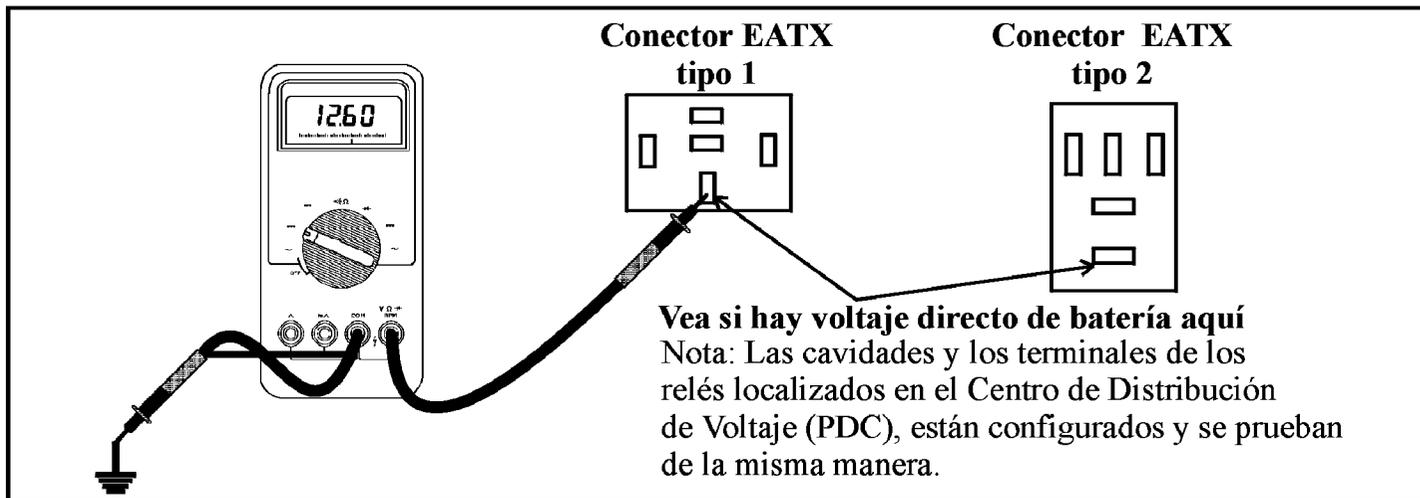

Figura 15
- Desconecte el relé EATX. Con un voltímetro fijado para medir voltaje DC vea si hay voltaje directo de batería en el conector, como se ve en la figura 15. Si no hay voltaje, podría ser que hay un alambre averiado o un fusible o alambre fusible quemado ( Vea las figuras 8 a 10). Si hay voltaje, vaya al proximo paso.